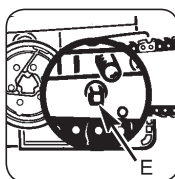

Рис. 3J
9. Проверьте, находится ли ведущий элемент (E) в отверстии для регулирования шины (Рис. 3J).